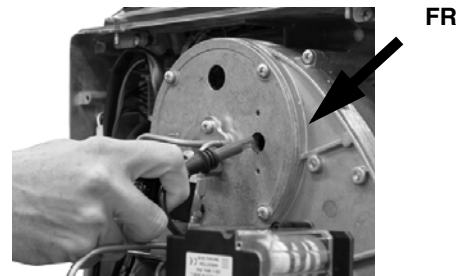

Fig. 45
- Sacar la fotoresistencia **FR** de su alojamiento (Fig. 45).